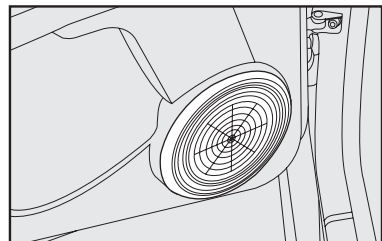

fig. 97
- dos altoparlantes full-range traseros de 5" con 20 W RMS de potencia **fig. 97**.